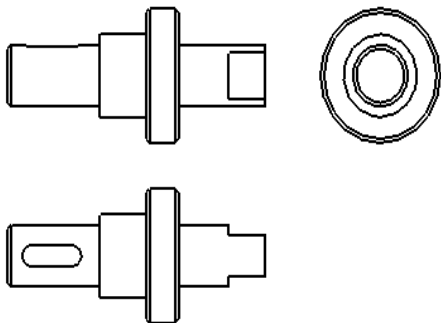

图 5.2.65 装配体工程图
Step1. 将工作目录设置至 **D:\creo4.7\work\ch05.02.04**，打开装配体工程图文件 **connecting\_asm\_drw.drw**，如图 5.2.65 所示。